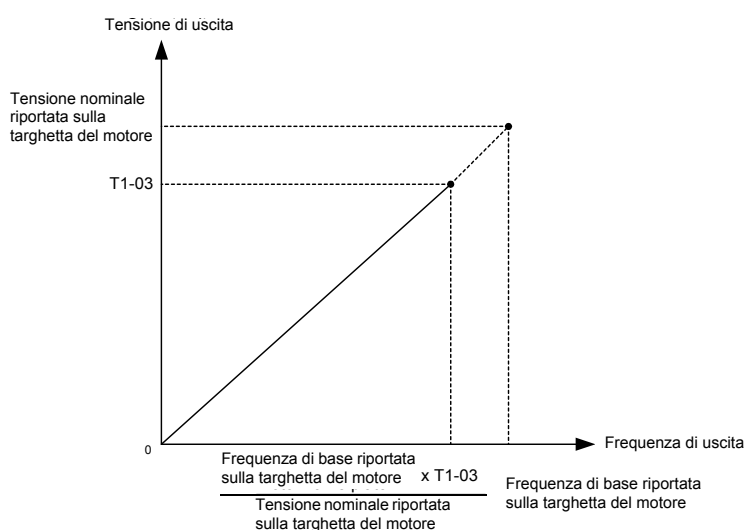

Fig. 4.3 Impostazione della frequenza base del motore e della tensione di ingresso dell'inverter
- Se la tensione nominale del motore è superiore alla tensione di alimentazione, ridurre il valore di tensione di base come illustrato nella Fig. 4.3 per evitare la saturazione della tensione di uscita dell'inverter. Attenersi alla seguente procedura per eseguire l'autotuning: